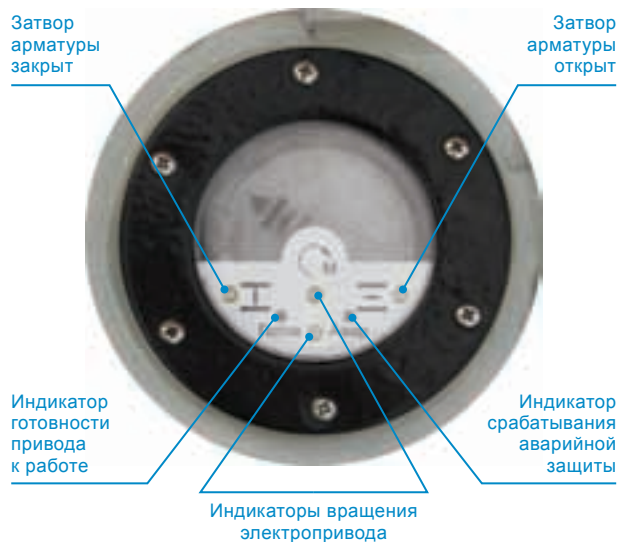

Рис. 3
- Плата индикации (рис. 3).
### Плата индикации (рис. 3)
Электроприводы с встроенным блоком управления с бесконтактным пускателем имеют следующую индикацию (рис. 3):